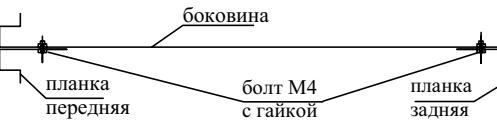

Рис.0-1(сборка перегородки)
4.1. Собрать перегородку (при наличие). Для этого к одной из боковин приставить, согласно рис.0-1, переднюю и заднюю планки, совместив отверстия на планках с отверстиями на боковине